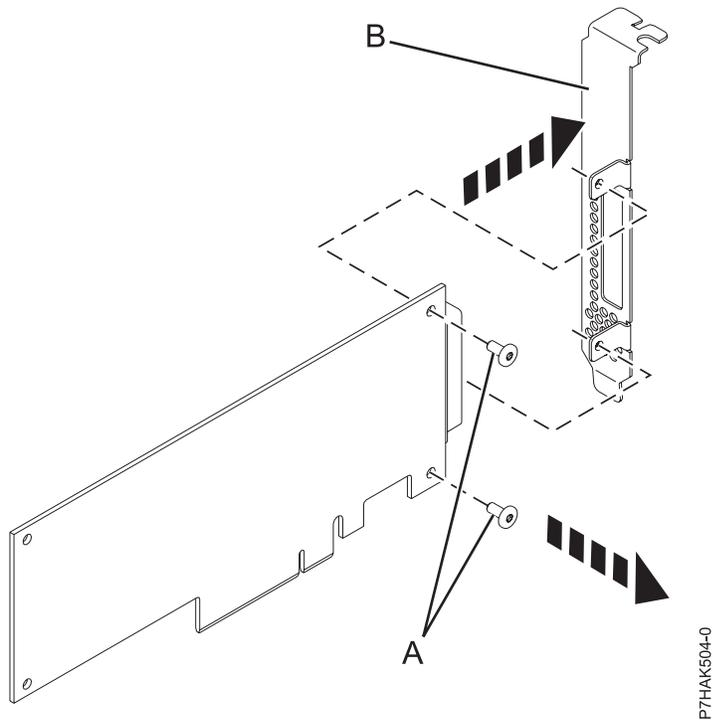

Figura 12. Removendo o suporte sobre trilhos de perfil alto a partir de um novo adaptador PCI
7. Utilizando uma chave de fenda Phillips, desparafuse os dois parafusos de retenção (A) que prendem o suporte sobre trilhos (B) para o novo adaptador PCI, conforme mostrado na Figura 12 na página 25.